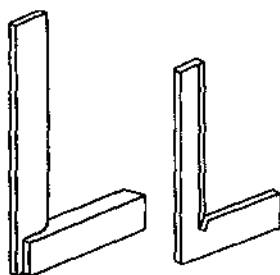

图 2-4 角尺
4. 角尺 角尺有固定角尺和万能角尺。固定角尺为90°角尺，如图2-4所示。它是测量直角的量具，也是划平行线或垂直线的导向工具，同时还可用来找正工件平面在划线平台上的垂直位置。